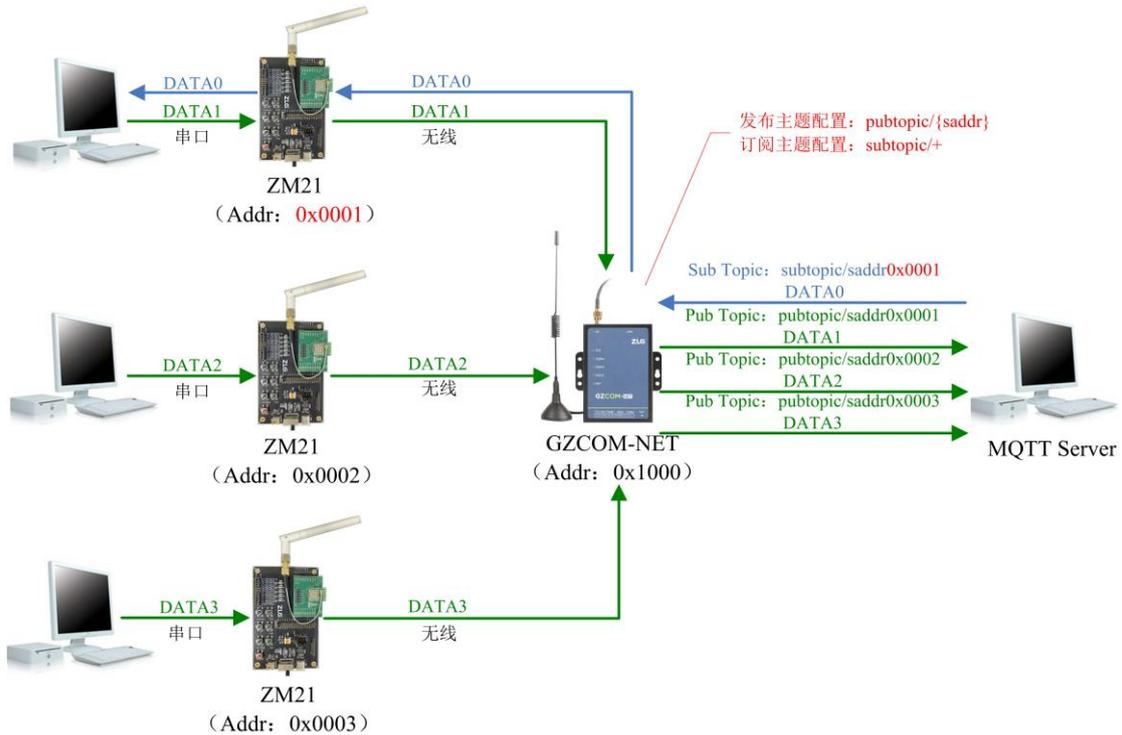

图 4.12 无线与 MQTT 一对多透传应用示意图
3. 无线转 MQTT 一对多透传的应用示意图如图 4.12 所示。